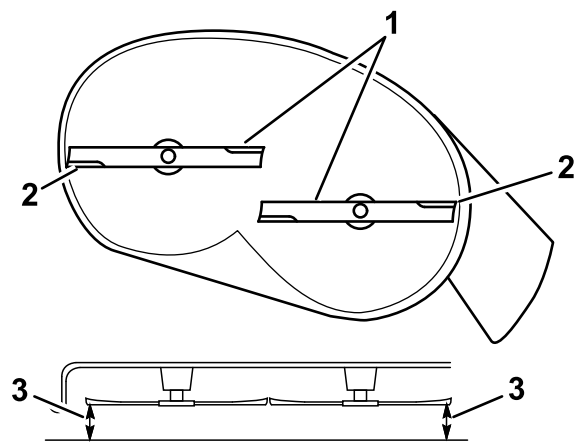
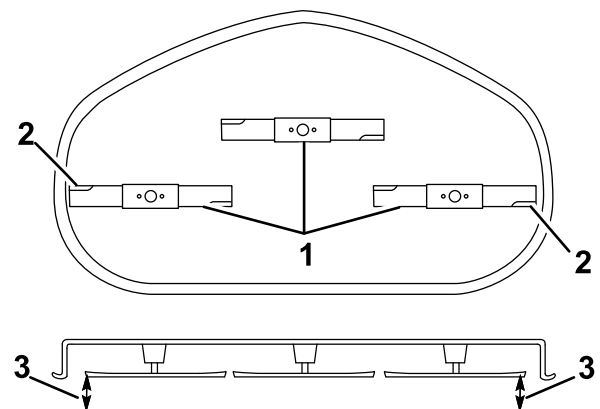

Figura 63
Figura 64
5. Mida entre los filos de corte exteriores y la superficie plana (Figura 63 y Figura 64).